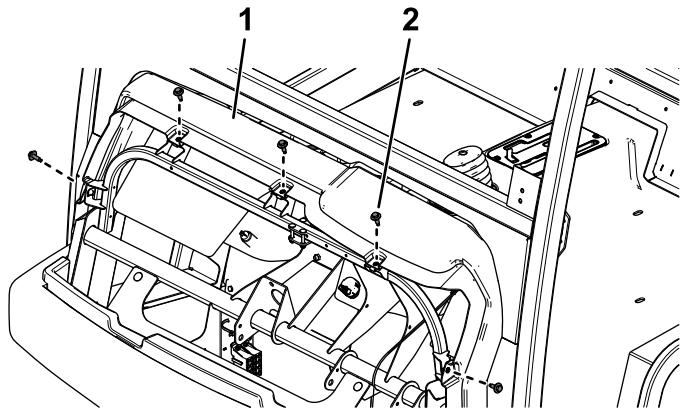

Bild 39
1. Nehmen Sie die fünf Sechskantschrauben vom Armaturenbrett ab (Bild 39). Bewahren Sie die fünf Sechskantschrauben auf.